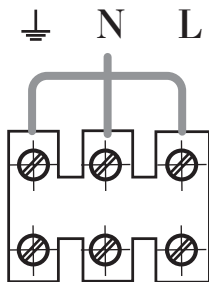

Рис. 3. Схема подключения
5.4. Подключение к электросети осуществляется через автоматический выключатель в соответствии с «Правилами эксплуатации электроустановок». Для этого необходимо снять крышку на верхней стенке корпуса, завести силовой кабель и подключить его к клеммной колодке в соответствии с рис. 3 Приложения (см. также электрическую схему рис. 2 Приложения). Система управления имеет внутреннюю заводскую коммутацию. Автоматический выключатель должен быть номиналом не менее 25 А, сечение подводимого кабеля - не менее 2,5 мм².